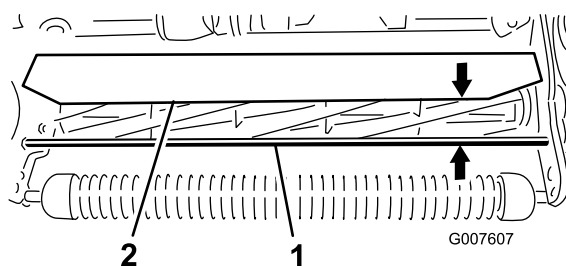

Figure 52
1. Mesurez la distance entre le haut de la tige de support avant et le rebord avant du déflecteur, à chaque extrémité du plateau de coupe (Figure 52).